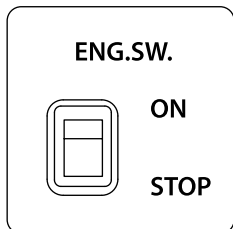

рис. 3
Выключатель двигателя (9) (рис. 3) управляет системой зажигания двигателя генератора.